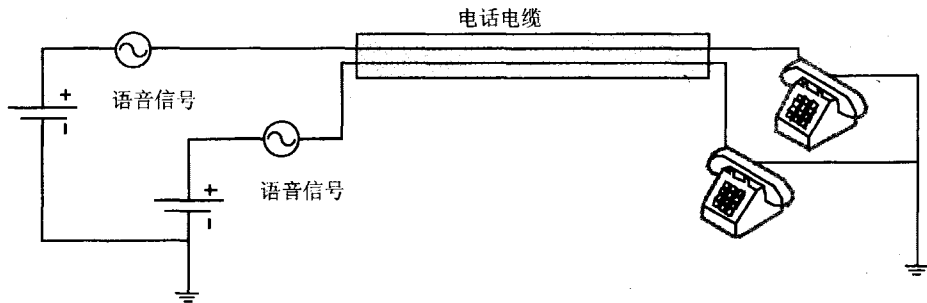

图 8.8
按照图 8.8 的连接应该最简单,最节约线材,两侧的电路也简单。但是事实上没有任何一个电话交换机使用这种形式的输出。因为像图 8.8 这样的电路,传递信号 50~100 m 不会有问题,但是长度如果达到 500 m~5 km,麻烦就大了,因为存在 2 个原因,这样的连接方式会导致在长距离电缆下通话质量变得不可接受:
- 图 8.8 那样的连接为了节约一根电话线而共大地,但事实上,大地本身也有电阻,也可能产生干扰,架空电话线构成了另外一半的回路,这一半很容易接收天空的长波、中波和短波信号,窜入话路造成干扰。而任何电子线路中都有非线性元件,比如 IC、三极管、二极管和生锈的连接器等,都可能对这样的广播信号检波,还原出广播信号出来,这样,在电话机中不仅能听见交换机送来的语音,还能免费听见天空的广播。